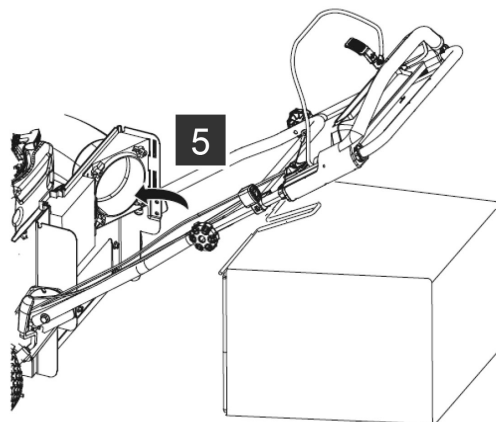

Рис. 12
- Закрепите травосборник на панели (Рис. 12. Поз.5). Убедитесь, что заглушка не закрывает отверстие желоба травосборника, а сам травосборник надёжно зафиксирован.